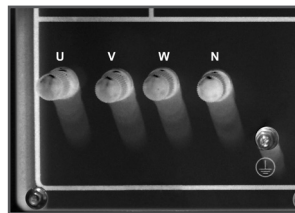

Рис.13 Клеммы DG10000E-3
1. Междуклеммами U/N, V/N, W/N (Рис. 13) — напряжение 230 В.